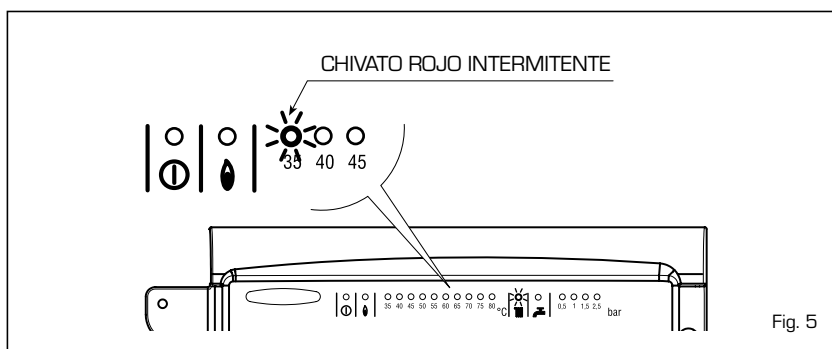

Fig. 5
- **Actuación termostato seguridad/humos** (fig. 5)